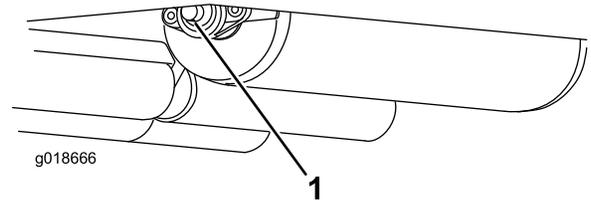

Figure 10
- Roulements de rouleau moteur (Figure 10).